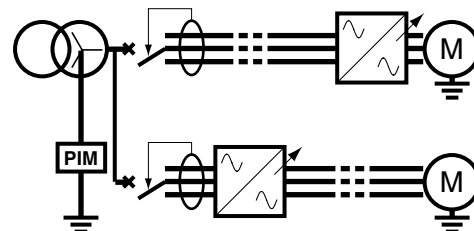

Рис. 25 : расположение УЗО в схеме IT для защиты двух фидеров, имеющих разные заземляющие устройства
■ Особый случай нескольких радиальных линий с регуляторами, корпуса которых присоединены к разным заземляющим устройствам. Когда от одного источника питаются несколько ЭП, удаленных друг от друга, их корпуса часто присоединяют к разным заземляющим устройствам. Полное сопротивление цепи тока двойного замыкания увеличивается на величину суммарного сопротивления двух заземляющих устройств. Необходимое для защиты людей условие (соблюдение максимально допустимого времени отключения) не может быть обеспечено с помощью MTЗ. Обычное решение, простое для проектирования и эксплуатации, - это установка УЗО на каждом фидере к установкам, имеющим разные заземляющие устройства (см. **рис. 25**). Работа этих УЗО не должна нарушаться при прохождении постоянной составляющей тока.